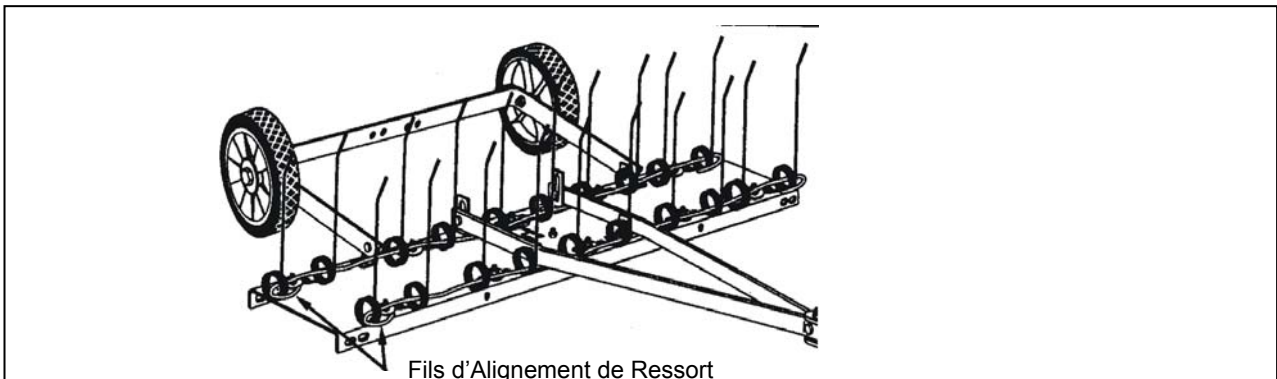

Figure 8
14. Assemblez les fils d'alignement de ressort à travers l'avant et l'arrière des rangées des dents à ressort, en passant les fils entre les bras de fixation d'attelage et le bouclier à dents. Pliez les extrémités des fils pour les protéger. Voir Figure 8.